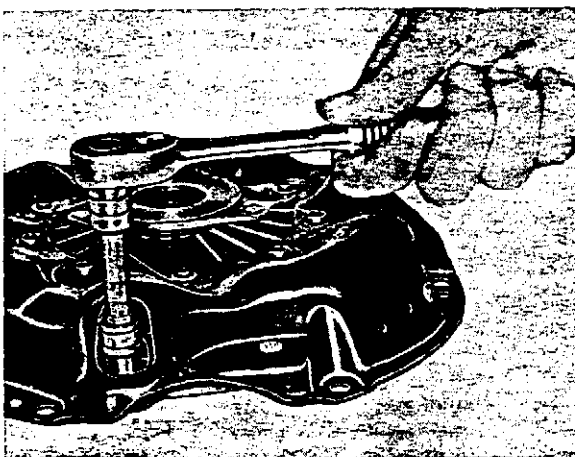

Abb. 20 Zerlegung der Kupplung
2. Die drei Schrauben, die die Druckplatte an Zugbändern und Haltern festhalten, lösen, siehe Abb. 20.